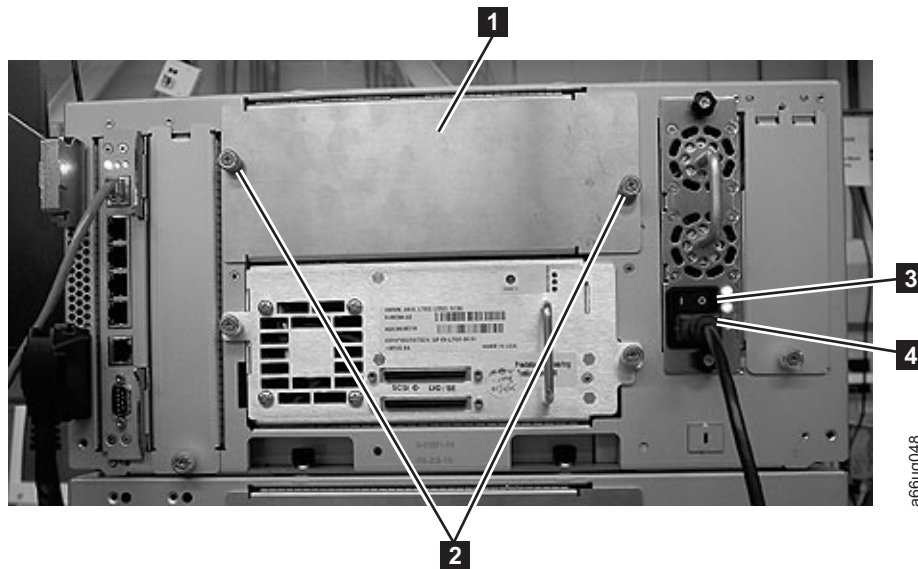

Figura 11-3. Módulo de control con una unidad SCSI y una cubierta
Atención: en primer lugar, desconecte el cable de alimentación de la fuente de alimentación. A continuación, desconecte el cable de alimentación del receptáculo de la fuente de alimentación (4 de la Figura 11-3).
- a. Localice la ranura de unidad vacía del módulo. Desacople la cubierta de la ranura de unidad girando los dos tornillos de mano (**2** de la Figura 11-3 en la página 11-6) en dirección contraria a las agujas del reloj para aflojarlos y, a continuación, extraiga la cubierta (**1**).